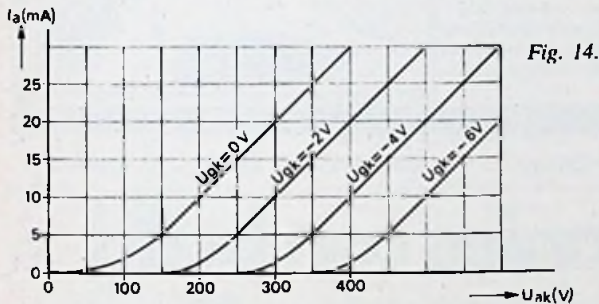

Fig. 14.
3. Van de triode uit fig. 13 zijn de $I_a - U_{ak}$ karakteristieken gegeven in fig. 14. De buis is zodanig ingesteld dat $U_{ak} = 300$ V, $U_{gk} = -2$ V.